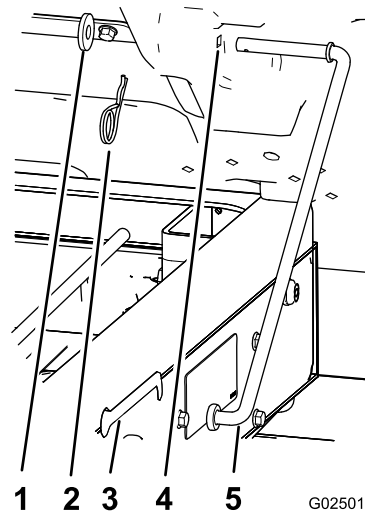

図 12
1. プロップロッド支え棒を荷台の裏側に固定しているヘアピンとワッシャを外す 図 12。
2. プロップロッドを前にずらしてフレームのブラケットから外す 図 12。